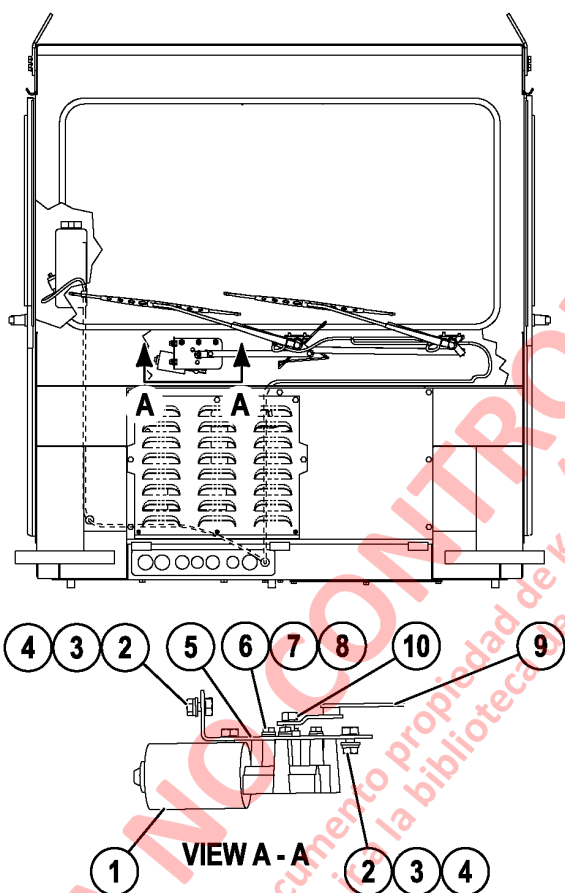
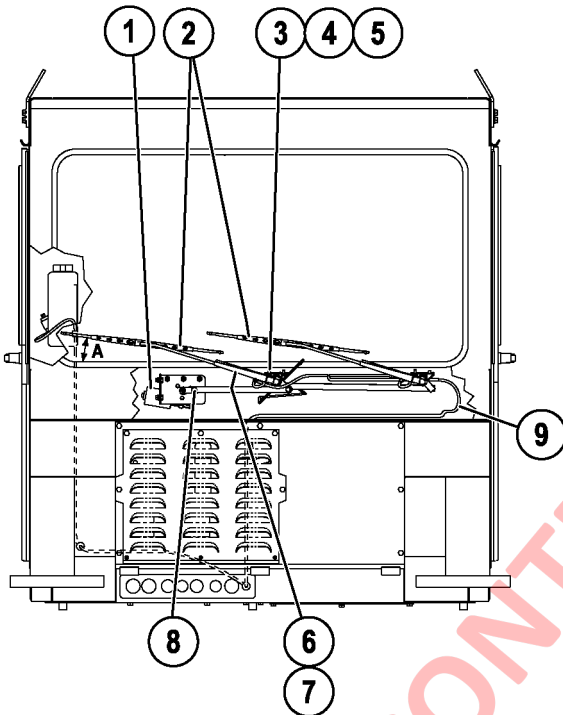

FIGURA 3-1. INSTALACIÓN DEL LIMPIAPARABRISAS
FIGURA 3-3. POSICIÓN DE DETENCIÓN
3. Mientras mantiene fija la articulación, saque la tuerca (10, Figura 3-1) y desconecte la articulación del motor.
4. Retire los tres tornillos (6) con las arandelas que fijan el motor del limpiaparabrisas a la placa (5). Saque el conjunto del motor
1. Ponga el motor del limpiaparabrisas (1, Figura 3-1) en su ubicación en la placa (5).
2. Instale tres pernos (6) con las arandelas planas (7) y las arandelas de seguridad (8). Apriete los pernos a **8 - 9 N·m (71 - 79 in. lb)**.
3. Alinee el eje de salida del motor con la articulación del limpiaparabrisas. Instale la tuerca (10) y, mientras mantiene fija la articulación, apriétela a un torque de **22 - 24 N·m (16 - 18 ft lb)**.
5. Compruebe que el limpiaparabrisas opere correctamente y fíjelo en la posición adecuada. Consulte la Figura 3-3.
3. Asegúrese de que los brazos del limpiaparabrisas operen correctamente y fíjelos en la posición adecuada después de completar el montaje. Consulte la Figura 3-3.
2. Saque el retén del limpiaparabrisas (8, Figura 3-3) y desconecte la articulación del brazo de mando del motor del limpiaparabrisas.
4. Saque los tornillos (3, Figura 3-3) con las arandelas.
2. Instale los tornillos (3, Figura 3-3) con las arandelas de seguridad (4) y las arandelas planas (5) y apriete los tornillos.
4. Alinee la articulación y utilice un retén (8, Figura 3-3) para fijarla en el brazo de mando del motor del limpiaparabrisas.
NOTA: Cuando el motor está detenido, el brazo de mando quedará en la posición de las 3 en punto, como se muestra en la Figura 3-3.